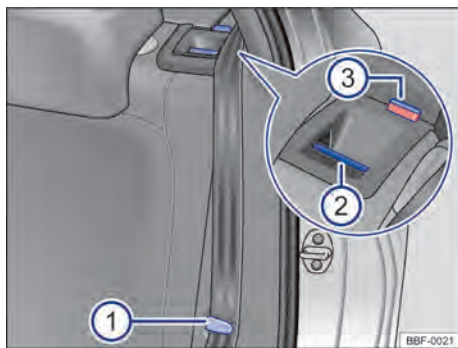

Fig. 65 No encosto do banco traseiro: botão de des-travamento.
- Encaixar os cadarços dos cintos nos respectivos alojamentos no revestimento lateral → Fig. 65 ①
- Puxar o botão de destravamento → Fig. 65 ② para frente e, ao mesmo tempo, rebater o encosto do banco traseiro para frente.
- A respectiva parte de encosto do banco traseiro estará destravada quando a marcação vermelha → Fig. 65 ③ estiver visível.
- A marcação vermelha → Fig. 65 ③ não pode mais estar visível.